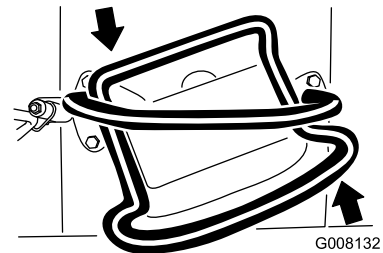

Bild 10
- Drehen Sie den Fahrertriebshebel nach links, um nach links zu fahren (Bild 10).